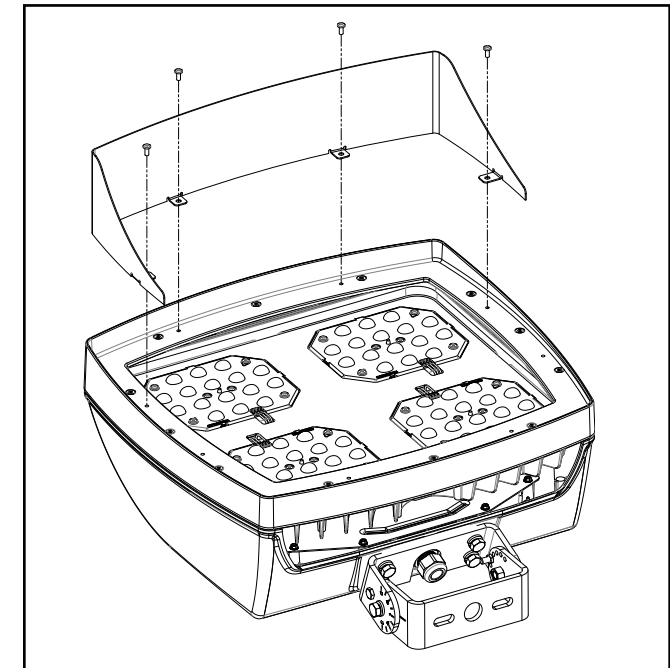

Figura 6.
Visor (Figura 6)
1. Alinee el visor en la parte superior del marco de la lente para que coincida con los cuatro orificios existentes. (Figura 6)